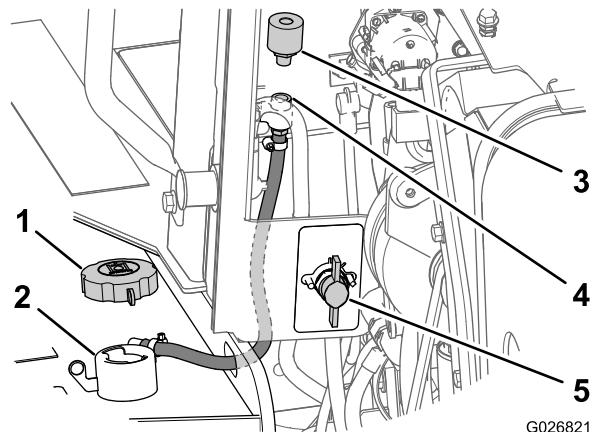

Рисунок 107
2. Поверните переключатель отсоединения аккумулятора в положение «Выкл» (Рисунок 107).
3. Снимите крышку заливной горловины бака (Рисунок 107).
- На передней стороне панели моторного отсека снимите сапун с трубной муфты, вращая сапун против часовой стрелки (Рисунок 107).
- Установите новый сапун в трубную муфту и затяните его от руки (Рисунок 107).